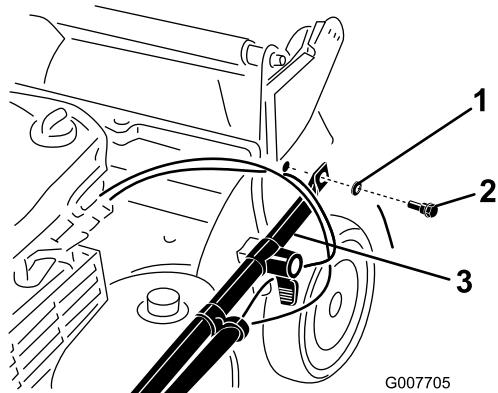

Figura 4
- Collegate le estremità della stegola al sottoscocca utilizzando 2 rondelle e 2 bulloni di fissaggio (Figura 4), ma non serrate i bulloni di fissaggio.